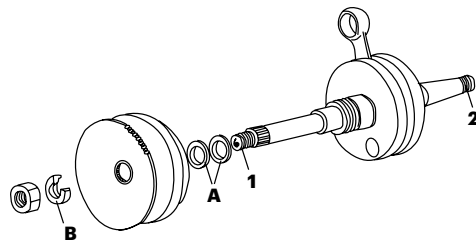

Fig. 5
- Aflojar la tuerca de la pieza de montaje del semicarter derecho (especifico para vuestro vehículo) sobre el cigüeñal cruzar el semicarter derecho (Fig. 5).